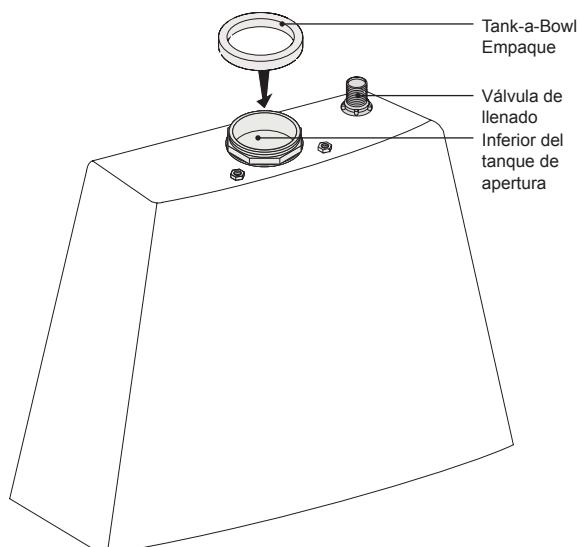

Figura 9
- Gire el tanque hacia abajo y presione la junta del depósito-a-bol en su lugar sobre el depósito de menor apertura (Figura 9).